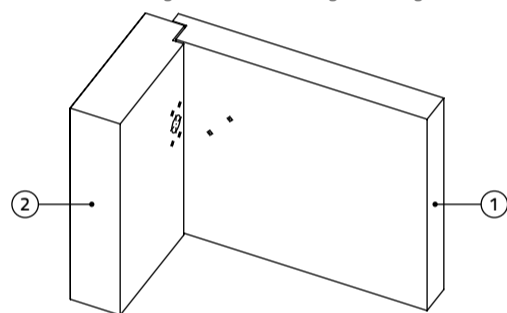
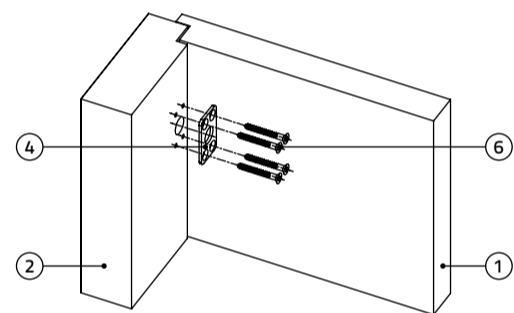

Bild 3
Bild 4
- siehe Bild 3 in dieser Anleitung. Für Schrauben M8 (8) bohren Sie im Tür-(Tor-)Flügel (1) laut Markierung zwei Bohrungen ϕ 8,5 mm - siehe Bild 3 in der Montageanleitung für einflügelige Tore mit Metall-Seitenpfosten. An die Zarge (2) legen Sie die Verstärkung der Schließöffnung (4) an und befestigen Sie diese mithilfe von vier Schrauben ϕ 6 mm Länge 50 mm (6), die beige packt sind. Siehe Bild 4.